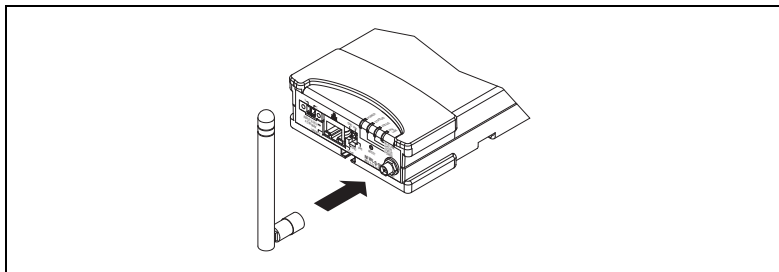

Abbildung 3. Befestigen der Antenne am NI-WLS-9163-Träger
5. **(Nur Träger des Typs NI WLS-9163)** Befestigen Sie die mitgelieferte Antenne wie in Abbildung 3 dargestellt.